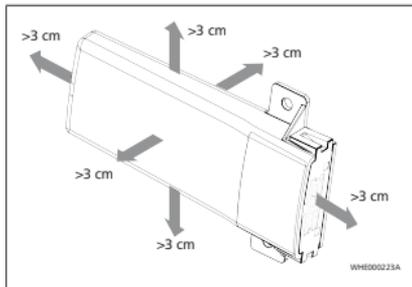

Abb. 5
- ThermoConnect TCon2의 모든 면이 금속면과 최소 3cm 이상 떨어져 있어야 합니다. 그림 Abb. 5 참조.